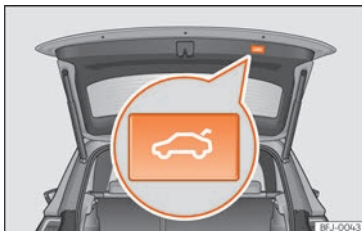

Fig. 10 Hayon : touche de fermeture du hayon
- Fermer le hayon arrière : maintenez le hayon par l'une des poignées du revêtement intérieur et fermez-le en la déplaçant vers le bas. Vous pouvez également appuyer sur la touche située sur le hayon* »» fig. 10.